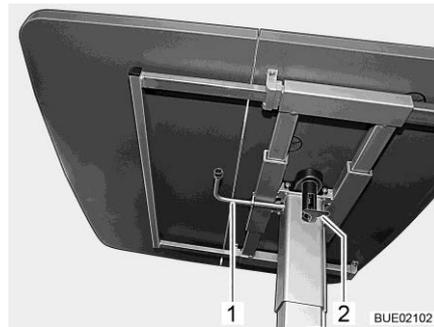

Fig. 130 Mesa elevadora
- Plegar hacia abajo la palanca de bloqueo (Fig. 130,2).
- Girar la palanca (Fig. 130,1) debajo del tablero de la mesa 180° en sentido de las agujas del reloj. El mecanismo de elevación en la pata de mesa se desbloquea.
- Girar la palanca (Fig. 130,1) debajo del tablero de la mesa 180° en sentido de las agujas del reloj. El tablero de la mesa se desplaza automáticamente hacia arriba hasta el tope final.